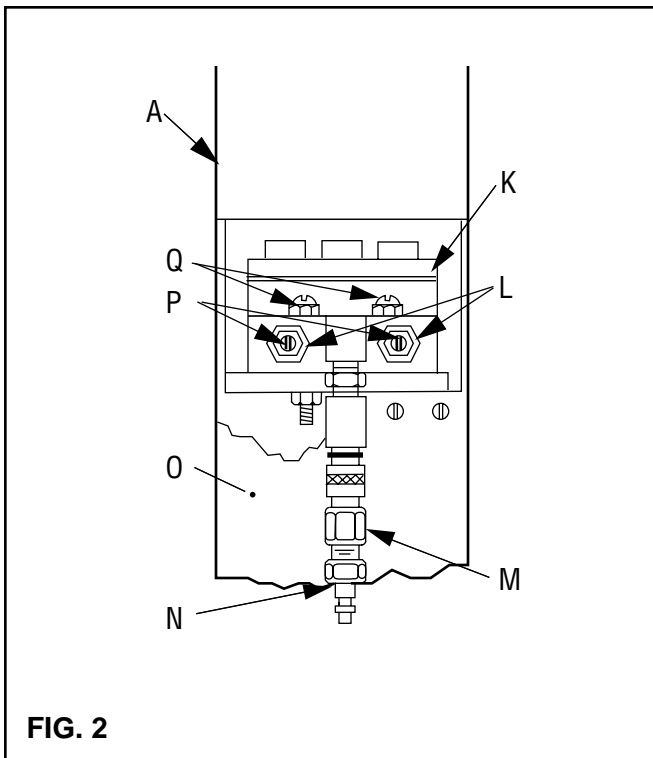

FIG. 2
Unpack air supply, muffler and connectors. Install air fittings (M, N) and speed control mufflers as shown in Fig. 2 (L, P). After the air supply is connected, slide the sleeve valve forward toward the machine to turn on the air supply. (Follow Safety Procedure by keeping clear of lid and operating mechanisms.) Open lid (H). With the air connected, depress and hold the lower air control button (C). The lift platform should remain in the lowered position. Momentarily press and release the upper air control button (B). The platform should begin oscillating up and down with approximately a 3" stroke. With the tank empty and no load on the platform, operation can sometimes be somewhat noisy and rough. Press and hold the top air control button. The platform should rise and remain in the raised position.
Déballer l'alimentation en air, le silencieux et les raccords. Monter les raccords (M, N) et les silencieux de commande de vitesse tel que cela est illustré dans la Fig. 2 (L, P). Une fois l'alimentation en air raccordée, faire coulisser la soupape à manchon en avant vers la machine pour amorcer l'alimentation en air. (Suivre la procédure de sécurité en restant loin du couvercle et des mécanismes de fonctionnement). Ouvrir le couvercle (H). Une fois l'air raccordé, appuyer sur le bouton de commande d'air inférieur (C) et le maintenir. La plate-forme de levage devrait rester dans la position abaissée. Appuyer brièvement sur le bouton de commande d'air supérieur (B). La plate-forme devrait commencer à osciller de haut en bas sur environ 3 po. Lorsque le réservoir est vide et qu'aucune charge n'est exercée sur la plate-forme, l'opération peut être un peu bruyante et rude. Appuyer sur le bouton de commande d'air supérieur et le maintenir enfoncé. La plate-forme devrait monter et rester en position relevée.
Druckluftversorgung, Dämpfer und Konnektoren auspacken, Luftanschlüsse (M, N) und Dämpfer der Drehzahlregelung wie in Abb. 2 (L, P) einbauen. Nach Anschließen der Druckluftversorgung den Rohrschieber zum Andrehen in Richtung der Maschine schieben (Sicherheitshinweise beachten und Abstand vom Deckel und Betätigungsmechanismus halten). Deckel (H) öffnen. Bei angeschlossener Versorgung den unteren Druckluftknopf (C) niederdrücken und-halten. Die Hebebühne muß in Senkstellung bleiben. Oberen Druckluftknopf (B) momentan drücken und loslassen. Die Hebebühne muß mit einem Hub von ca. 3" hoch- und herunterzufahren beginnen. Wenn der Behälter leer und die Bühne unbelastet ist, kann sie mitunter etwas geräuschvoll und uneben fahren. Oberen Druckluftknopf drücken und niederhalten. Die Hebebühne muß hochfahren und in Hubstellung bleiben.
Desempaque el suministro de aire, silenciador y conectores. Instale las conexiones de aire (M, N) y los silenciadores del control de velocidad según se muestra en la Fig. 2 (L, P). Después de que se haya conectado el suministro de aire, deslice la válvula hacia adelante de la máquina para encender el suministro de aire. (Siga el procedimiento de Seguridad, manteniéndose lejos de la tapa y los mecanismos de operación.) Abra la tapa (H). Con el aire conectado, presione y mantenga oprimido el botón de control de aire (C). La plataforma levadiza deberá permanecer en la posición inferior. Presione momentáneamente y suelte el botón de control de aire superior (B). La plataforma deberá comenzar a oscilar hacia arriba y hacia abajo, con una carrera de aproximadamente 3". Con el tanque vacío y sin carga en la plataforma, la operación puede en ocasiones ser ruidosa e irregular. Presione y mantenga presionado el botón de control de aire superior. La plataforma se deberá elevar y permanecer en esa posición.
Two independent speed control muffler screws (P) are provided to control the vertical speed of the platform (see Fig. 2, page 14). The “UP” and “DOWN” speeds of the platform should be equal when the platform holds the intended workload. The speed control muffler screws are located at the rear of the lift column. To adjust the platform speed, first loosen the jam nut (L) on the “UP” or “DOWN” speed control, as applicable.
With everyone clear of the unit, adjust the speed control muffler screw with a thin bladed screwdriver. Screw the control out to increase platform speed and in to reduce speed. Retighten the jam nut after speed control adjustment has been made (see Fig. 2, page 14).
Deux vis indépendantes (P) de silencieux pour le contrôle de vitesse sont fournies pour contrôler la vitesse verticale de la plate-forme (voir Fig. 2 page 14). Les vitesses “VERS LE HAUT” et “VERS LE BAS” de la plate-forme devraient être égales lorsque la plate-forme retient la charge prévue. Les vis de silencieux de contrôle de vitesse sont situées à l’arrière de la colonne de levage. Pour régler la vitesse de la plate-forme, desserrer tout d’abord le contre-écrou (L) sur le contrôle de vitesse “VERS LE HAUT” ou “VERS LE BAS”, tel qu’applicable.
En s’assurant que tout le personnel se trouve loin de l’appareil, régler la vis de silencieux de contrôle de vitesse à l’aide d’un tournevis à lame mince. Visser le dispositif de réglage vers l’extérieur pour augmenter la vitesse de la plate-forme et vers l’intérieur pour réduire la vitesse. Reserrer le contre-écrou une fois que l’ajustement du contrôle de vitesse a été réalisé (voir Fig. 2, page 14).
Die Senkrechtgeschwindigkeit der Hebebühne wird von zwei unabhängigen Dämpfschrauben (P) geregelt (siehe Abb. 2, Seite 14). Wenn die Bühne die beabsichtigte Ladung trägt, müssen die HOCH- und HERUNTERfahrgeschwindigkeiten gleich sein. Die Dämpfschrauben zur Geschwindigkeitsregelung sind an der Rückseite der Hebesäule angeordnet. Zur Einstellung der Hebebühnengeschwindigkeit zuerst je nach Bedarf die Gegenmutter (L) für HOCH bzw. HERUNTER lockern.
Umstehende von der Einheit fernhalten und Dämpfschraube mit einem dünnen Schraubendreher verstellen. Zur Steigerung der Geschwindigkeit heraus-, zur Verringerung hineinschrauben. Nach der Geschwindigkeitseinstellung die Gegenmutter (L) wieder anziehen (siehe Fig. 2, Seite 14).
Dos tornillos del silenciador de control de velocidad se usan para controlar la velocidad de la plataforma. Las velocidades hacia arriba y hacia abajo (vea la Fig. 2, página 14). ("UP" y "DOWN") de la plataforma deberán ser iguales cuando la plataforma sostiene la carga de trabajo. Los tornillos de control de velocidad se encuentran en la parte posterior de la columna de levantamiento. Para ajustar la velocidad de la plataforma, afloje primero la contratuerca (L) en el control de velocidad "UP" (hacia arriba) o "DOWN" (hacia abajo), según lo que corresponda.
Con todas las personas alejadas de la unidad, ajuste el tornillo de control de velocidad con un destornillador de hoja delgada. De vuelta a la izquierda para aumentar la velocidad de la plataforma y a la derecha para reducir la velocidad. Vuelva a apretar la contratuerca después de hacer el ajuste de control de la velocidad (ver Fig. 2, página 14).